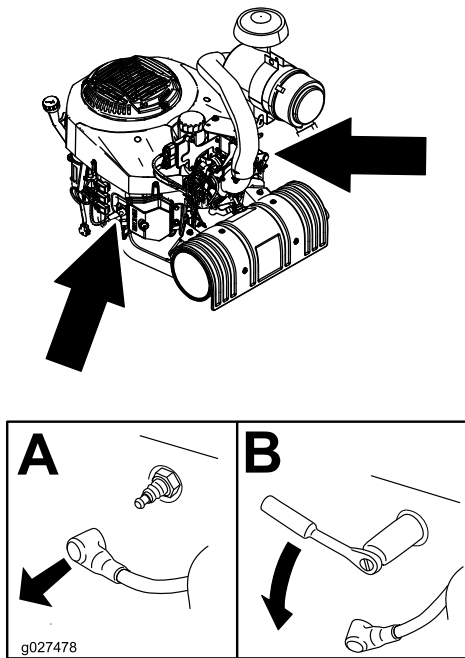

Figure 37
3. Localisez et déposez les bougies, comme montré à la Figure 37.